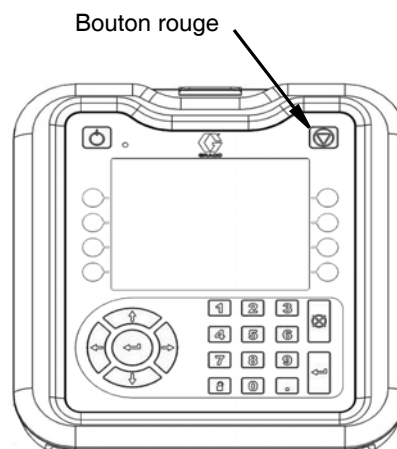

FIG. 19
3. Désactiver le MAÉ en pressant la touche rouge en haut à droite. Voir FIG. 19.